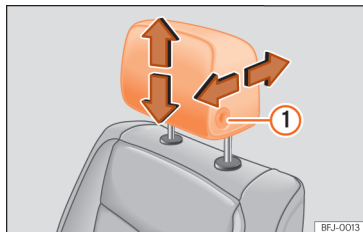

Abb. 94 Vordersitz: Kopfstützeinstellung.
- Schieben Sie die Kopfstützen in die entsprechende Pfeilrichtung nach unten oder oben. Um die vorderen Kopfstützen nach oben oder nach unten zu schieben, muss die Taste >>> [Abb. 94] ① gedrückt werden; bei den hinteren Kopfstüt-
- Schieben Sie die Kopfstütze bei gedrückter Taste >>> [Abb. 94] ① in der entsprechenden Pfeilrichtung nach vorn oder hinten.